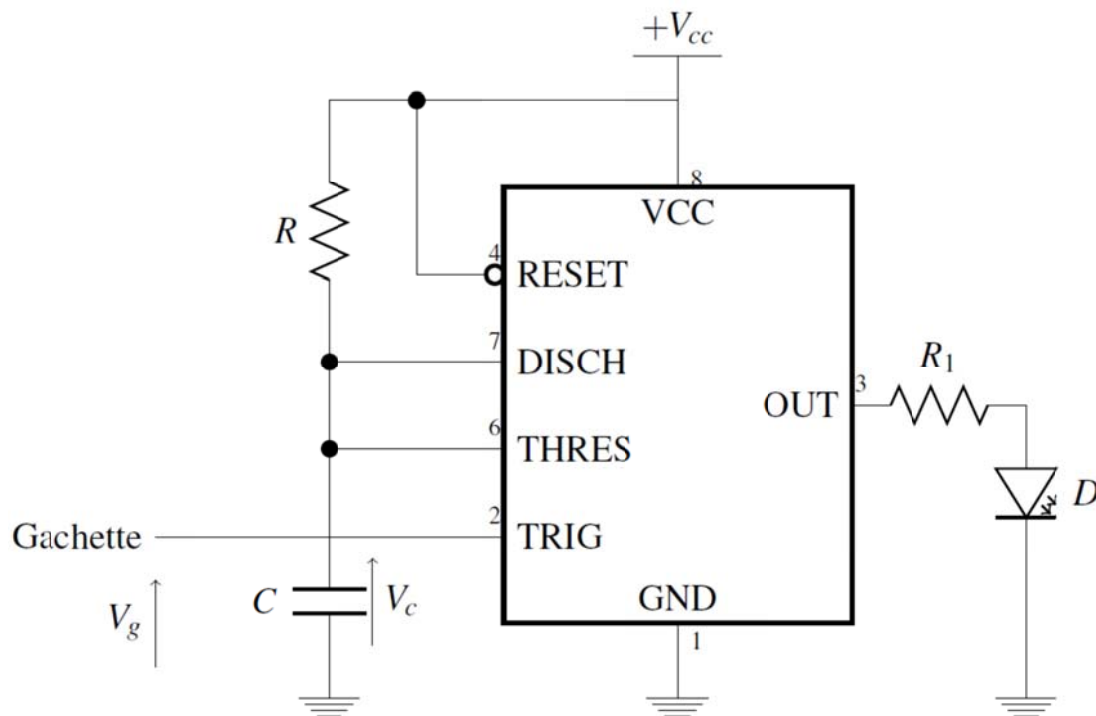

Figure 2 : Monostable NE555 avec une DEL en sortie
5. On souhaite observer les impulsions sur la tension de sortie à l'aide d'une diode électroluminescente (DEL), conformément au schéma représenté à la Figure 2. Quel est l'intérêt de la résistance R_1 ? Dimensionner la résistance R_1 (on choisira un courant de $10\ \text{mA}$ pour la DEL en conduction).